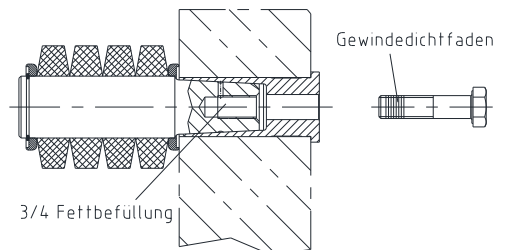

Bild 18: Reinigen der Gewindebohrung
- Umwickeln Sie die Schraube mit Gewindedichtfaden Loctite 55. Lassen Sie dabei die ersten 2-3 Gewindegänge frei, damit sich die Schraube gut eindrehen lässt (siehe Bild 18).